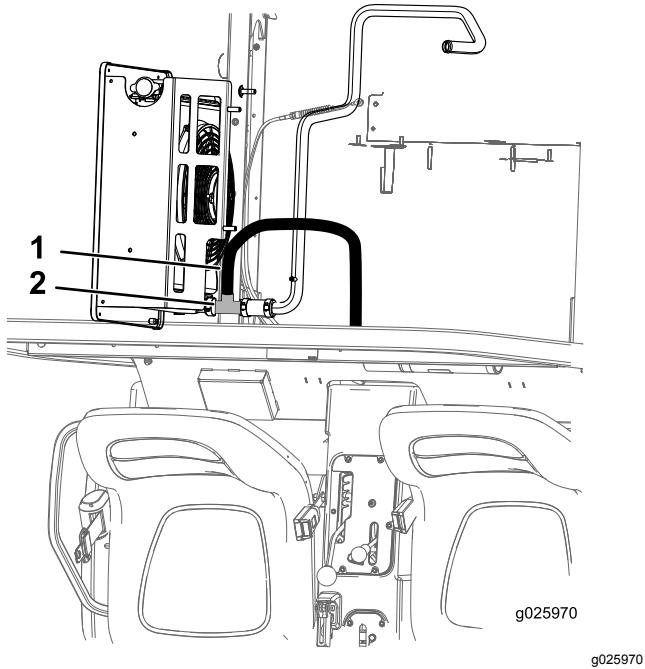

**Bild 9**
3. Montieren Sie den Temperaturschalter und den Schlauch (3/8") und das Adapteranschlussstück (5/8") mit Schlauchschellen, wie in Bild 9 dargestellt.